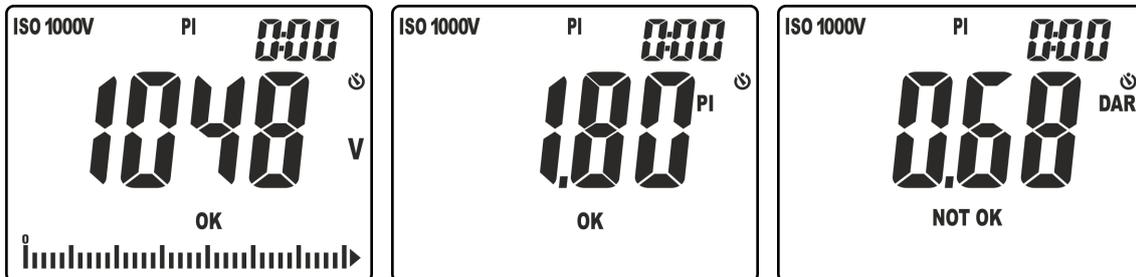

Fig. 24: Resultados da medição de PI e DAR
10. Premir os botões ▼/☼ ou ▲/ZERO para visualizar a tensão real aplicada, o valor do parâmetro PI ou o valor do parâmetro DAR (ver Fig. 24)